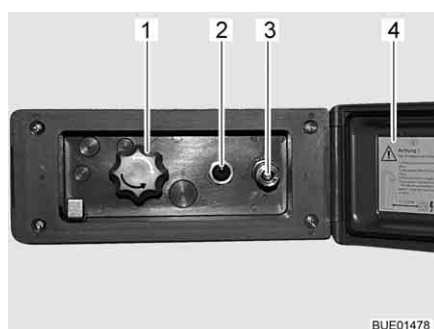

Fig. 108 Branchement de la douche extérieure
- Déverrouiller et ouvrir le couvercle (Fig. 108,4).
- Brancher le flexible de la douche extérieure sur la fermeture rapide (Fig. 108,3).
- Allumer la pompe à eau avec le commutateur (Fig. 108,2).
- Régler la température de l'eau selon ses désirs avec le bouton rotatif (Fig. 108,1).
- Éteindre la pompe à eau avec le commutateur (Fig. 108,2).
- Fermer le couvercle (Fig. 108,4) et verrouiller avec la clé.
- Placer le bouton rotatif (Fig. 108,1) sur la position intermédiaire.